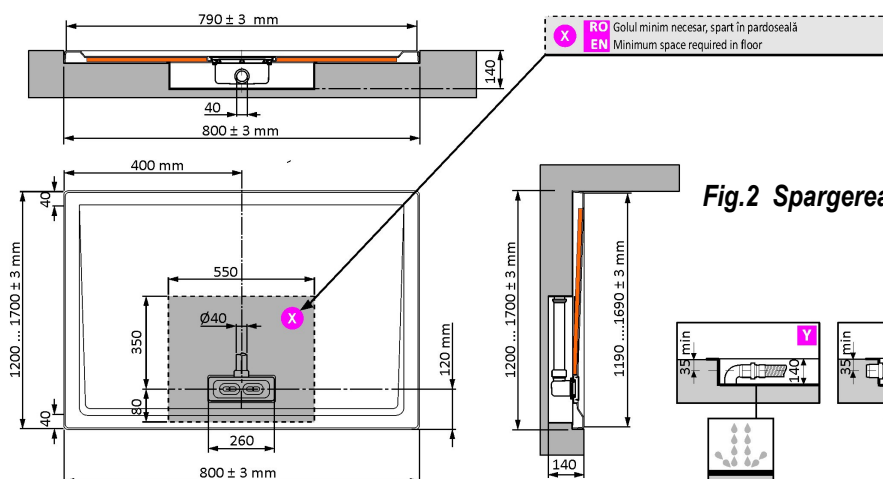

Fig.2 Spargerea și săparea volumului necesar montării sifonului
- se va sparge o suprafață dreptunghiulară în pardoseală astfel încât să poată fi montat sifonul (Fig. 2), se va face sifonarea în vecinătatea cădiței pe traseul de scurgere;